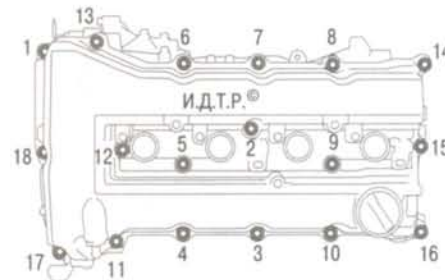

Рис. 5.10. Порядок затяжки болтов крепления крышки головки блока цилиндров
12. Установите крышку головки блока и все ранее снятые детали в обратном порядке, болты крепления крышки головки блока затягивайте в последовательности, показанной на рис. 5.10.